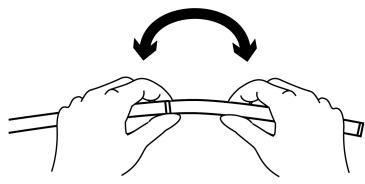

図2
5.受動湾曲部の両端を把持し、軽く曲げ、受動湾曲部が滑らかに曲がることを確認すること（図2参照）。